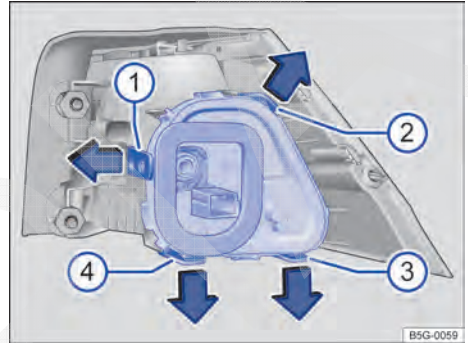

Fig. 210 Lanterna traseira na carroceria: remover o suporte da lâmpada. Tiras de travamento ① a ④.
7.	Para destravar o suporte da lâmpada, pressionar as tiras de travamento → Fig. 210 ① a ④ no sentido da seta.